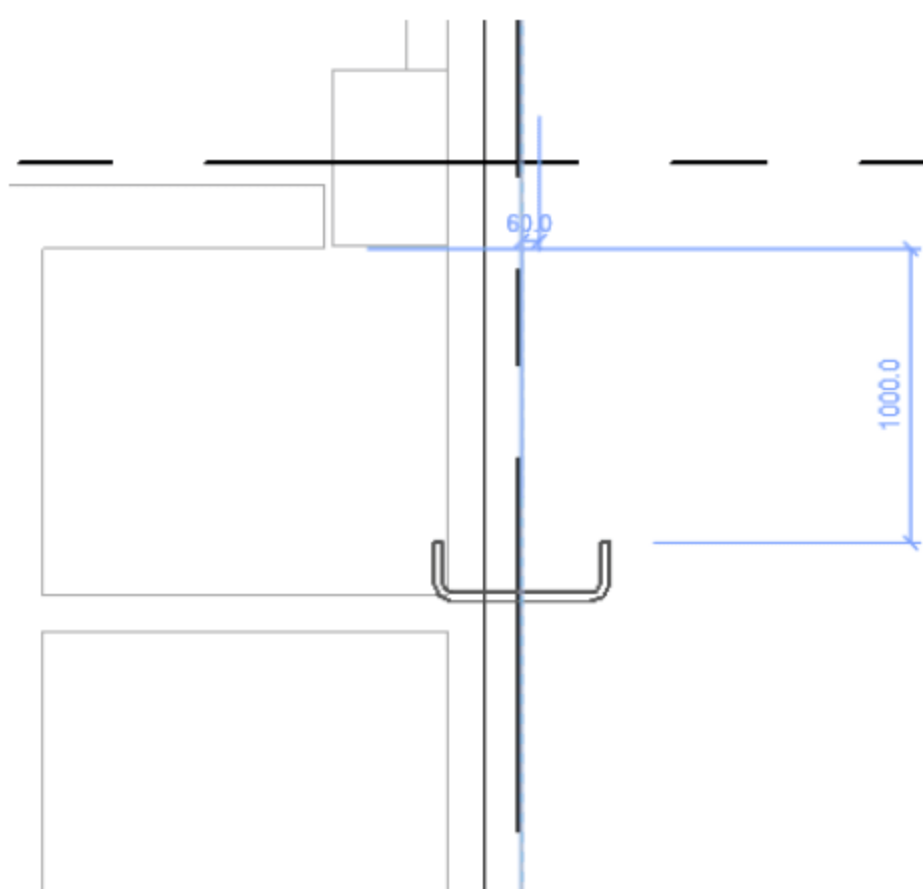
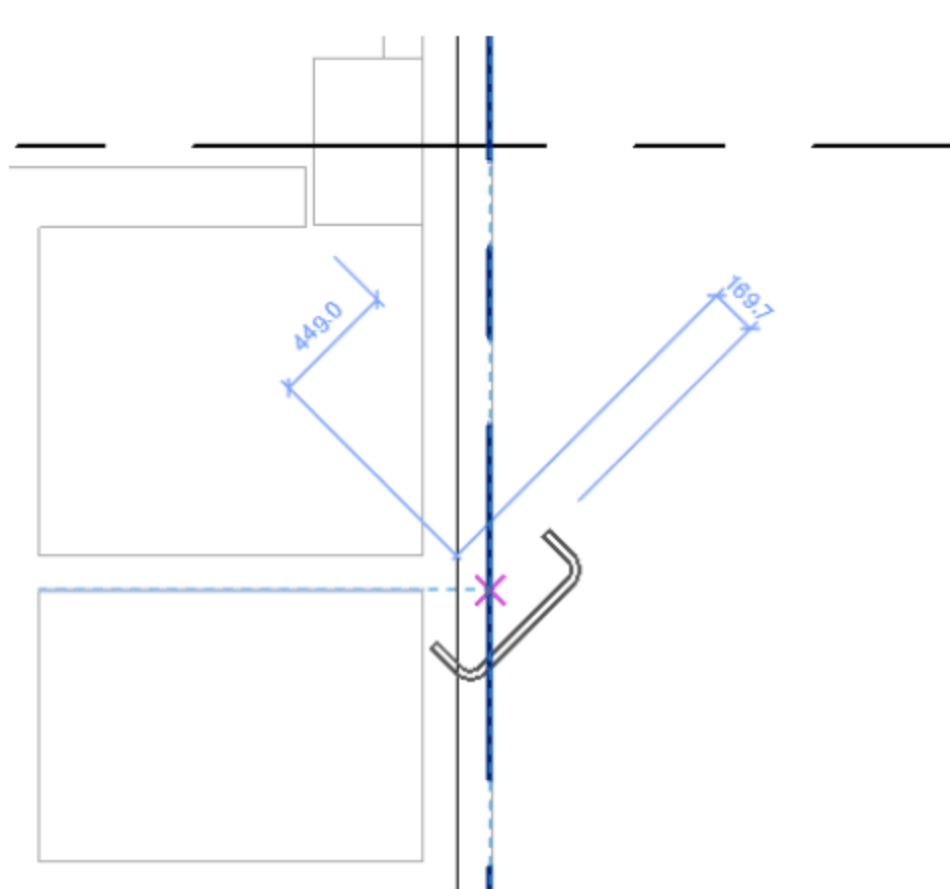

图 12.4.4 爬梯未与墙面对齐
图 12.4.5 爬梯旋转  $45^\circ$
**注意：**在放置爬梯时，默认情况下可能与放置角度呈  $90^\circ$  夹角，如图 12.4.4 所示。这时不断按 Space 键，爬梯会自动旋转，按一次 Space 键转动  $45^\circ$ ，如图 12.4.5 所示，直到旋转 to 希望的角度为止。